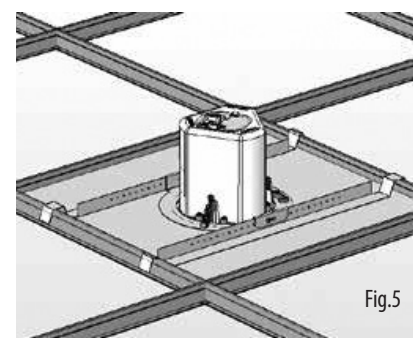

Fig.5
4. Faites glisser le panneau de tuile dans le plafond suspendu. Les extrémités du pont de tuiles s'accrocheront aux balustrades, supportant le poids de l'enceinte. (Fig.5)
4. Schieben Sie die Fliesenplatte wieder in die abgehängte Decke. Die Enden der Kachelbrücke greifen über das Geländer und tragen das Gewicht des Lautsprechers. (Abb.5)